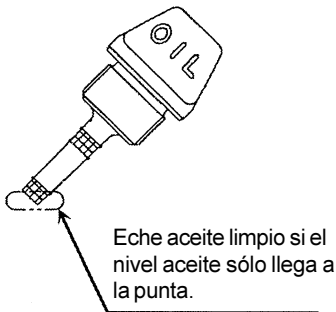
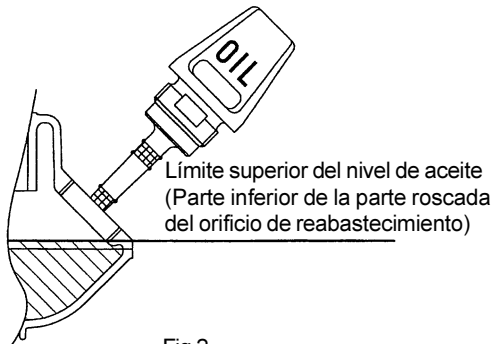

Fig.1
Fig.2
Cuando hay poco aceite, de modo que la bayoneta de nivel solamente toca el aceite con su punta, y especialmente cuando la bayoneta está insertada en el carter sin enroscar (Fig. 1), eche aceite por el orificio de reabastecimiento (Fig. 2).
- (1) Coloque el motor en posición nivelada y saque la bayoneta de nivel de aceite.
- (2) Eche aceite hasta el borde del orificio de reabastecimiento. (Consulte la Fig. 2 de la página anterior.)